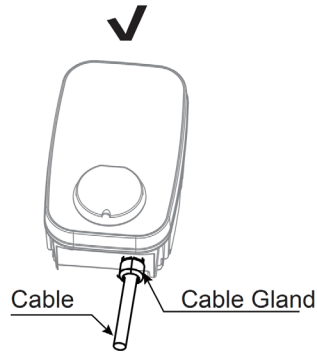

Fig. 6
- Opção 1: Entrada inferior (recomendada): o cabo entra pela parte inferior e é vedado com o prensa-cabos. Fig. 6